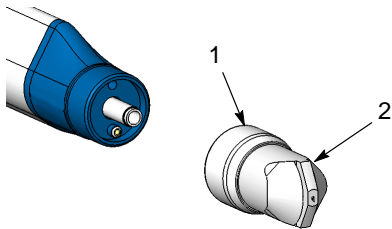

Abb. 17 Düse abnehmen
1. Siehe Abbildung 17. Haltermutter (1) und Düse (2) abnehmen.
2. Siehe Abbildung 17. Düse abnehmen.
12. Siehe Abbildung 17. Die Düse (2) auf dem Anschluss installieren und die Haltemutter (1) festziehen.